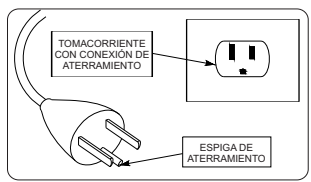

FIGURA 6 - CONEXIÓN DEL ENCHUFE (MS 3, MSV 6 y CSA 6,5)
- El ítem 16 para los modelos MS 3/30, CSA 6,5/30, MSV 6/30 y MSV 6/50 esta listo con espiga 2P+T (Figura 6), para los modelos MSV 12/175 y MSV 18/250 debe ser conectado a red eléctrica (llave de arranque y caja de fusibles) y los equipos MSV 18/250 (mercado Argentino), CSV 15/220, CSV 15/250, CSV 20/220 y CSV 20/250 son listos de fábrica con llave de arranque 21, para conectar a red eléctrica. El producto es suministrado de acuerdo con la norma eléctrica del país.